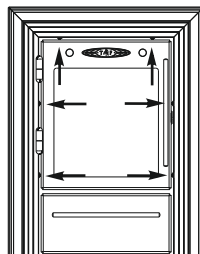

Рисунок 4. Места установки саморезов
- 1) Открутить саморезы 6 шт., которыми прикрепляется дверца с рамкой к топливнику и снять ее (см. рисунок 4);